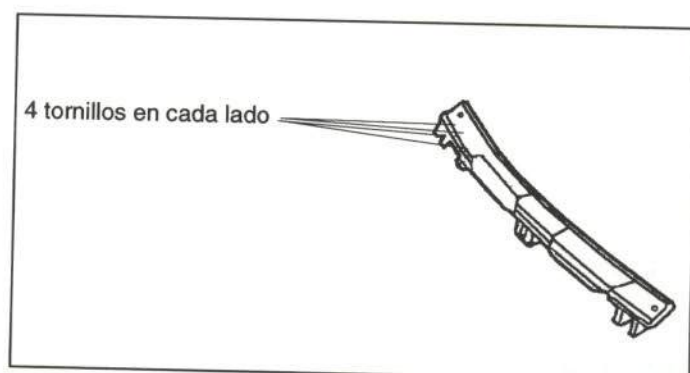

Figura 27.- Unión de la rejilla de aireación
Atornillada, tal como se muestra en la figura 27.
- Rejilla de aireación (figura 27)